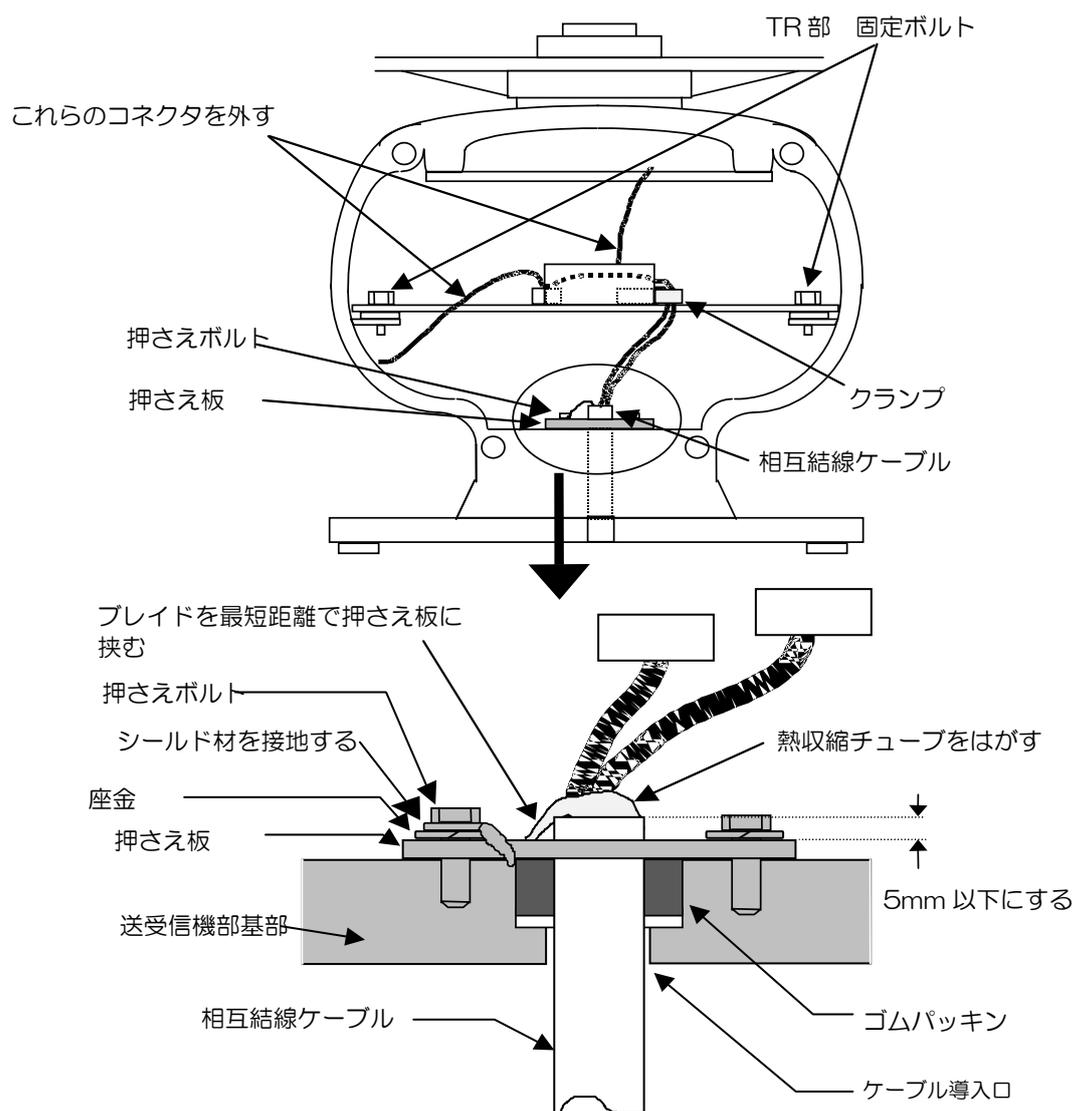

図 4.4 空中線部へのケーブル接続
- (1) 空中線駆動部の前面カバーと背面カバーを各4個の取付けボルトを緩めて外します。
- (2) 2個の取付ボルトを緩め、各コネクタを外し、送受信機ユニットを取出します。この際、マグネトロンに金属類を吸着させないように注意してください。
- (3) アンテナケーブルに付属しているケーブル押さえ金具（円形）、座金、防水ゴムパッキンを外します。
- (4) 空中線駆動部の筐体底部のケーブル導入孔からアンテナケーブルを筐体内部に引き込みます。
- (5) 既に(3)項で外したケーブル押さえ金具、座金、防水ゴムパッキンを図 4.4 に示す順序でアンテナケーブルに取付けます。
- (6) ケーブルを押さえ金具で固定します。この際、まずケーブル押さえ金具は 2 箇所のみ固定し、次にアンテナケーブルの編組線（圧着端子付）を残りのボルトで押さえ金具上で共締めします。
- (7) 送受信機シャーシ上でアンテナケーブルをケーブルクランプで固定します。